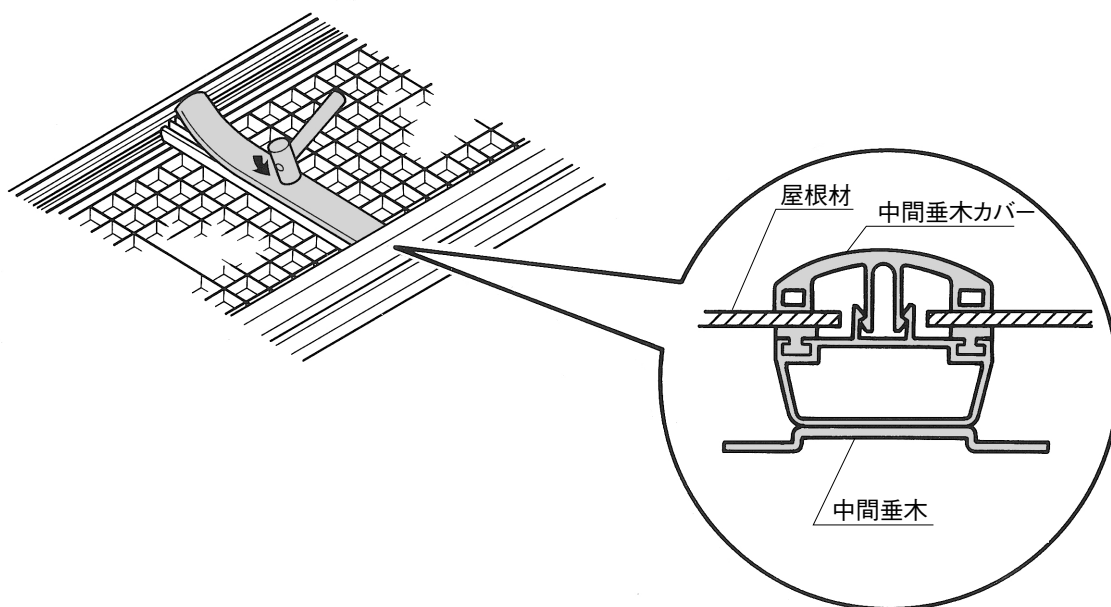

図3. 中間垂木カバーの取付け
- ⑤ 中間垂木カバーは、前桁につきあてた位置より木づちでたたきながら中間垂木にはめ込んでください。(図3参照)